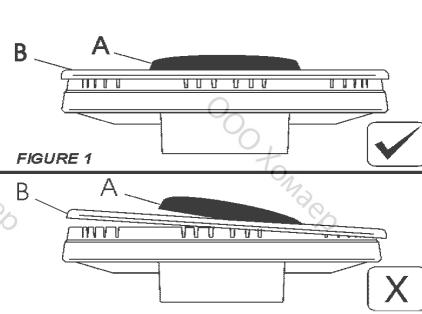

РИС. 7
Если Вы хотите, чтобы поверхность плиты всегда блестела, а все остальные детали всегда были в хорошем состоянии периодически промывать горячей плиты, решетки, эмалированные крышки "A - B - C", и горелка возглавляет "T" (см. рис. 7 - 8) Также должны быть вымыты и зажигание элементов "AC" и безопасности отключения датчиков «TC» (см. рис . 8) должны быть очищены. Не мойте их в посудомоечной машине.
- Проверьте, чтобы крышки конфорок «A - B - C» (рис. 7 - 8) были правильно установлены на своих местах. Правильно установленная крышка фиксируется на своем месте и не сдвигается.